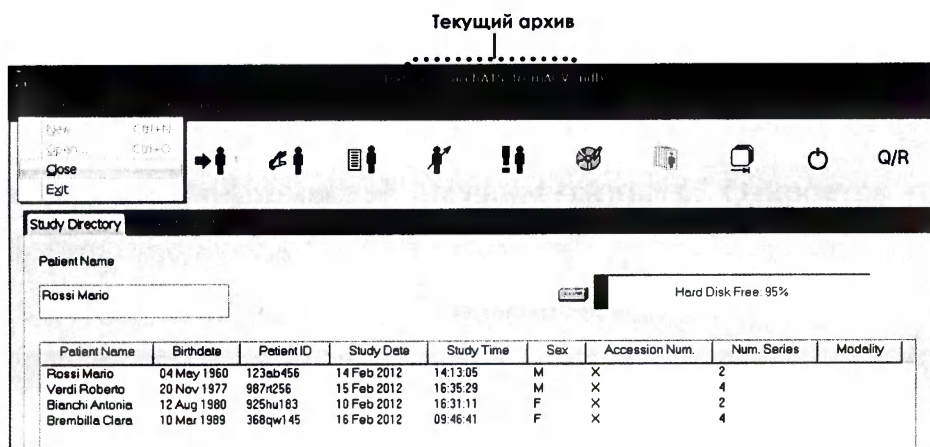

Рисунок 176
- закройте архив при помощи команды **Файл/ Заккрыть** (см. рисунок 176);